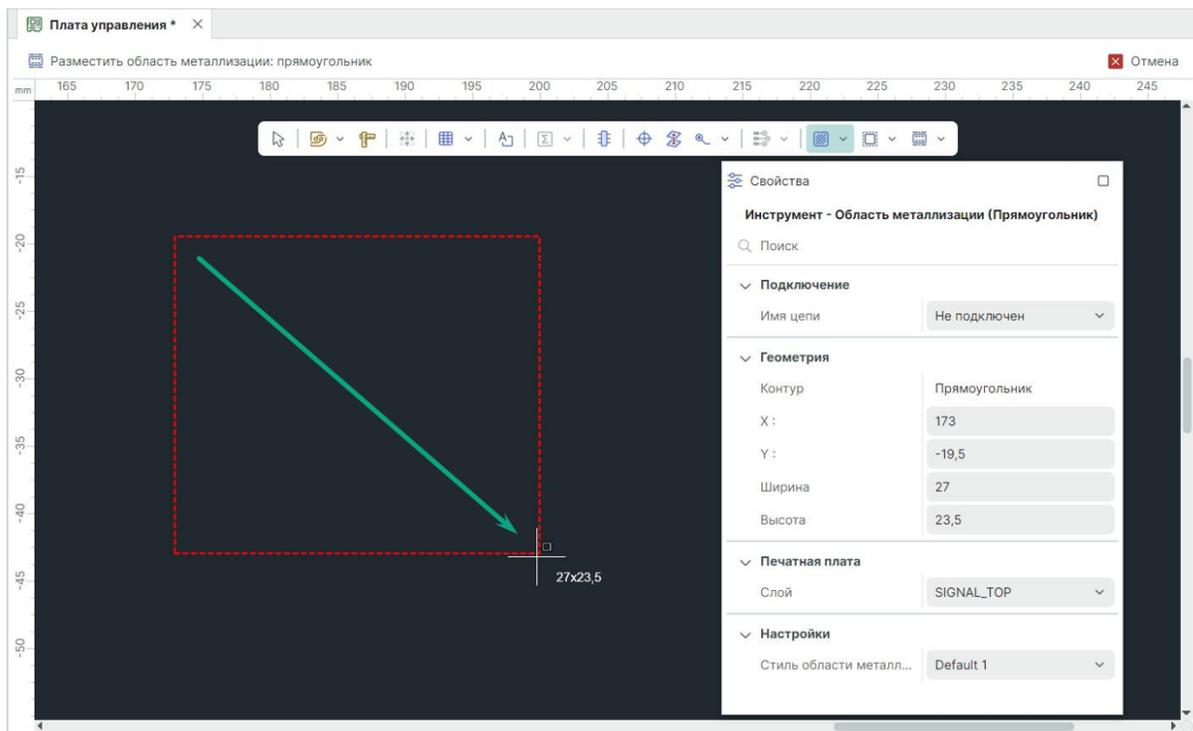

Рис. 465 Построение области металлизации с контуром прямоугольник и свойства инструмента
4. Удерживая левую кнопку мыши зажатой, переведите курсор на другую точку печатной платы, которая так же будет принадлежать границе размещаемой области металлизации, и отпустите левую кнопку мыши, при этом между точками будет построена замкнутая фигура, см. Рис. 465.